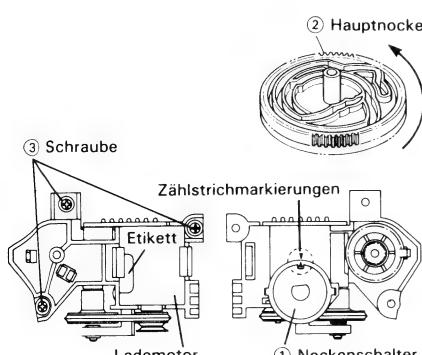

Abbildung 1-32.
1. Den Lademotor so positionieren, daß sein Etikett wie in der Abb. 1-32 sichtbar ist.